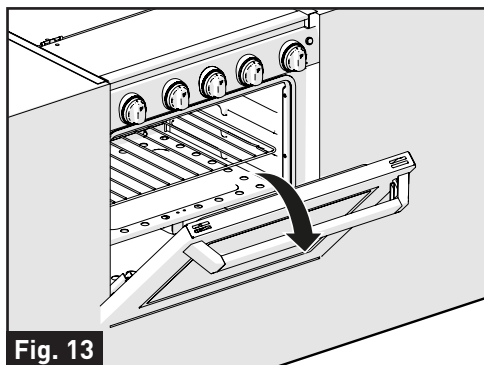

Fig. 13
3. Ouvrez la porte de la gamme. (Fig. 13)